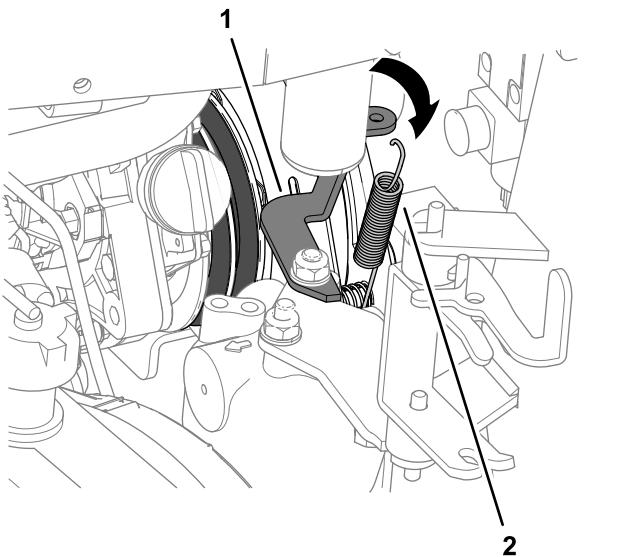

Figura 90
5. Dal lato del radiatore, sganciate la molla dell'ammortizzatore della frizione dalla staffa a molla (Figura 90).
- Agganciate la molla dell'ammortizzatore della frizione tra il bullone interno della piastra della frizione e la staffa a molla; fate riferimento alla Figura 90 in Rimozione delle cinghie della PDF \(pagina 70\).